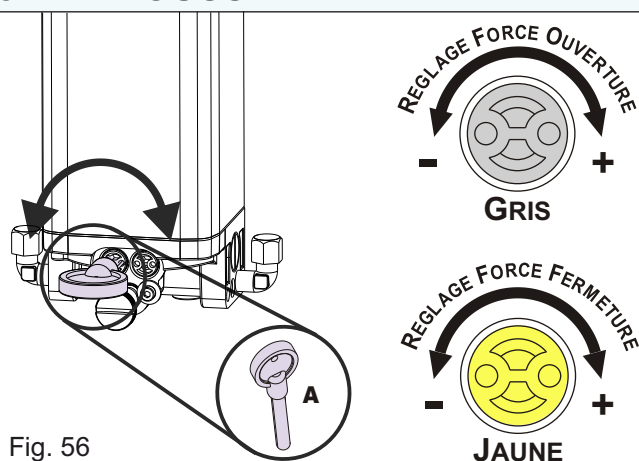

Fig. 56
14.1. Si nécessaire, régler la force de poussée du vantail à l'aide des vannes By-Pass placées frontalement sur l'unité hydraulique «LYRA» (Fig. 56)
14.2. Agir sur les vannes By-Pass (Fig. 56) à l'aide de la clé spéciale «A» (**fournie aux installateurs**) ; tournez-la dans le sens des aiguilles d'une montre pour augmenter la force ; tournez-la dans le sens inverse pour diminuer la force ;